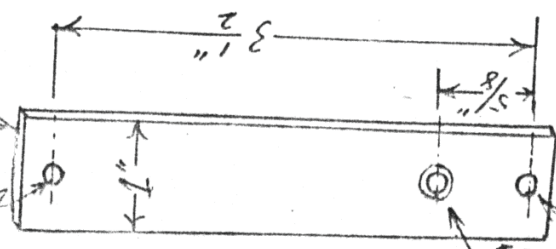

FIG 2
2. MAKE PLATE AS SHOWN IN FIG 2.